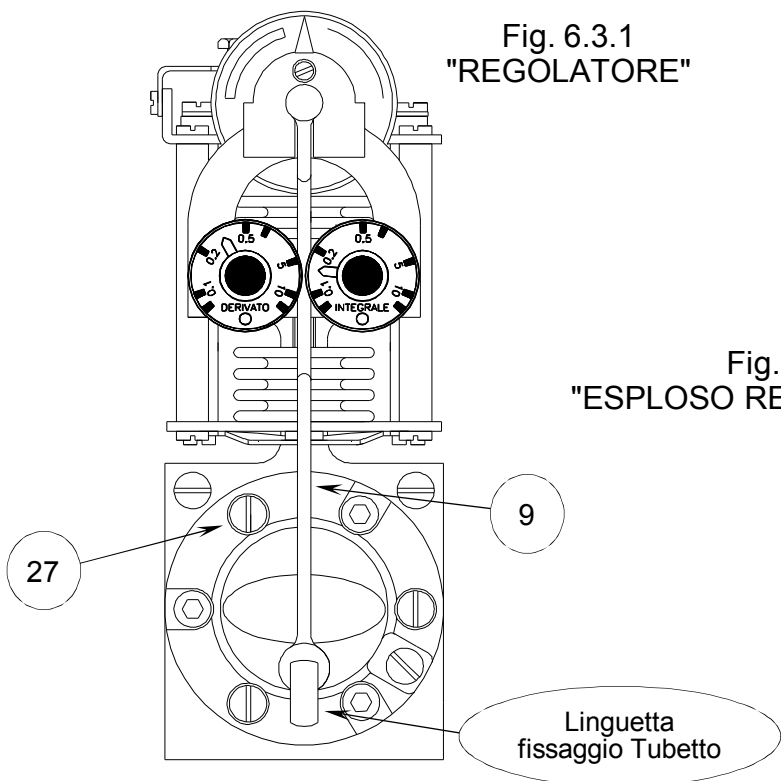

Fig. 6.3.2
La presenza di olio e condensa nell'aria di alimentazione potrebbe rendere necessaria la pulizia delle membrane (31) e (35) e degli altri organi interni del relè (vedi fig.6.3.2). Per smontare il relè procedere come segue:
- 4) Rimuovere le tre viti esagonali (28 Fig. 6.3.2), smontare il relè e procedere alla pulizia o sostituzione delle membrane.
- 5) Riasssemblare il relè seguendo con attenzione il disegno esploso della Fig. 6.3.2.
Serie membrane Relay	(31) e (35) Fig. 6.3.2